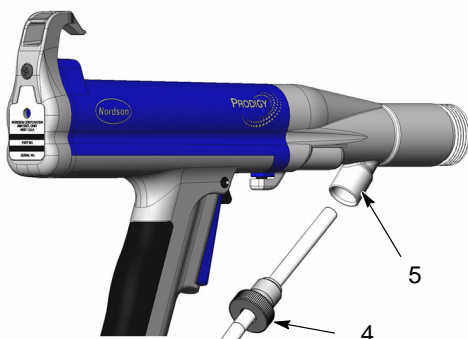

Figure 2 Déconnexion du tuyau à poudre
4. Voir la figure 2. Dévisser le bouton de verrouillage (4) sur l'adaptateur de pistolet (9) et sortir le tuyau à poudre à travers ce dernier.
6. Voir la figure 2. Visser le bouton de verrouillage (4) sur l'extrémité du tuyau à poudre.